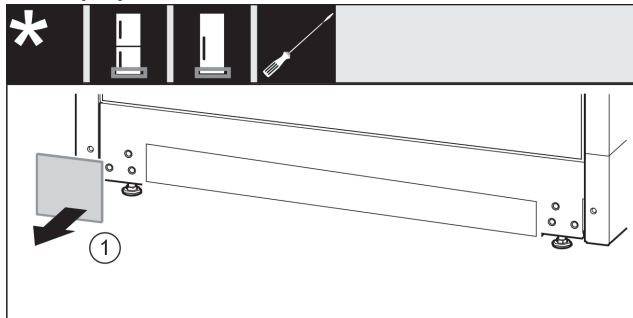

Fig. 13
- ▶ Снимите крышку. Fig. 13 (1)